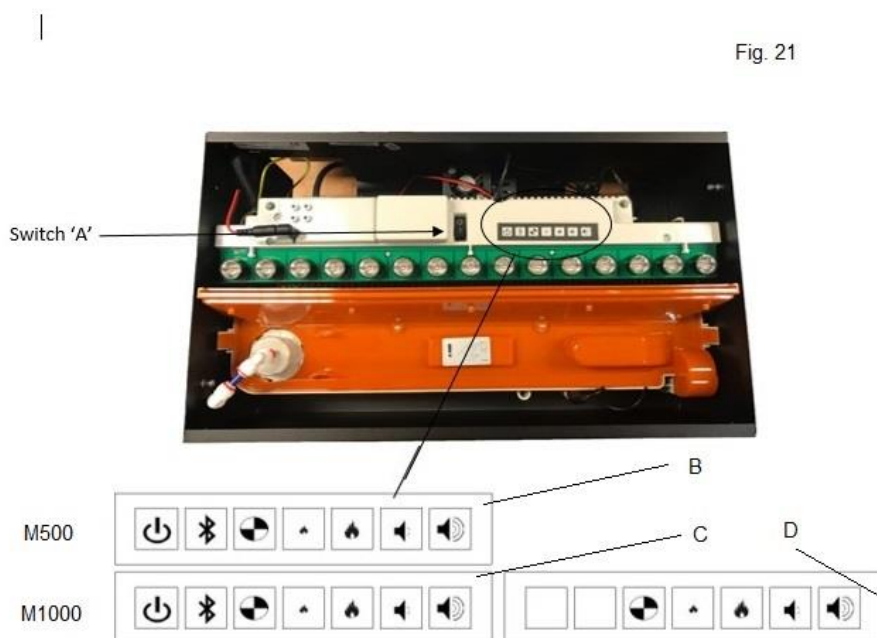

Fig. 21
**Warnung** – Bewegen Sie den Schalter immer in die 'AUS'-Position (0) (Abb. 21) und trennen Sie das Gerät von der Stromversorgung, bevor Sie den Kamin reinigen.
1. Bringen Sie Schalter 'A' in die Position 'AUS' (0) . (Abb. 21).